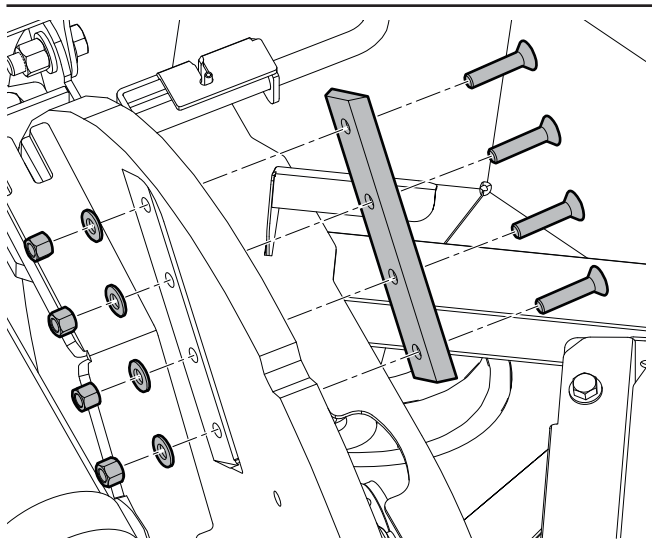

Fig. 44 – Installer un couteau de rotor
11. Installez les attaches du couteau du rotor. Voir *Fig. 44 à la page 62*.